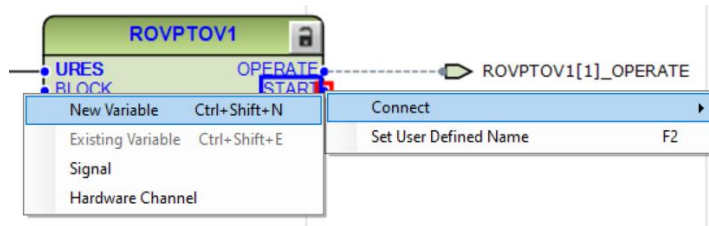

Imagen 274_ Conexión de una nueva variable para el puerto de salida START del bloque ROVPTOV1.
4.1.40 Ahora para la segunda salida de “START”, de igual manera daremos clic derecho y seleccionamos “Connect - New Variable” como se observa en la **Imagen 274**.